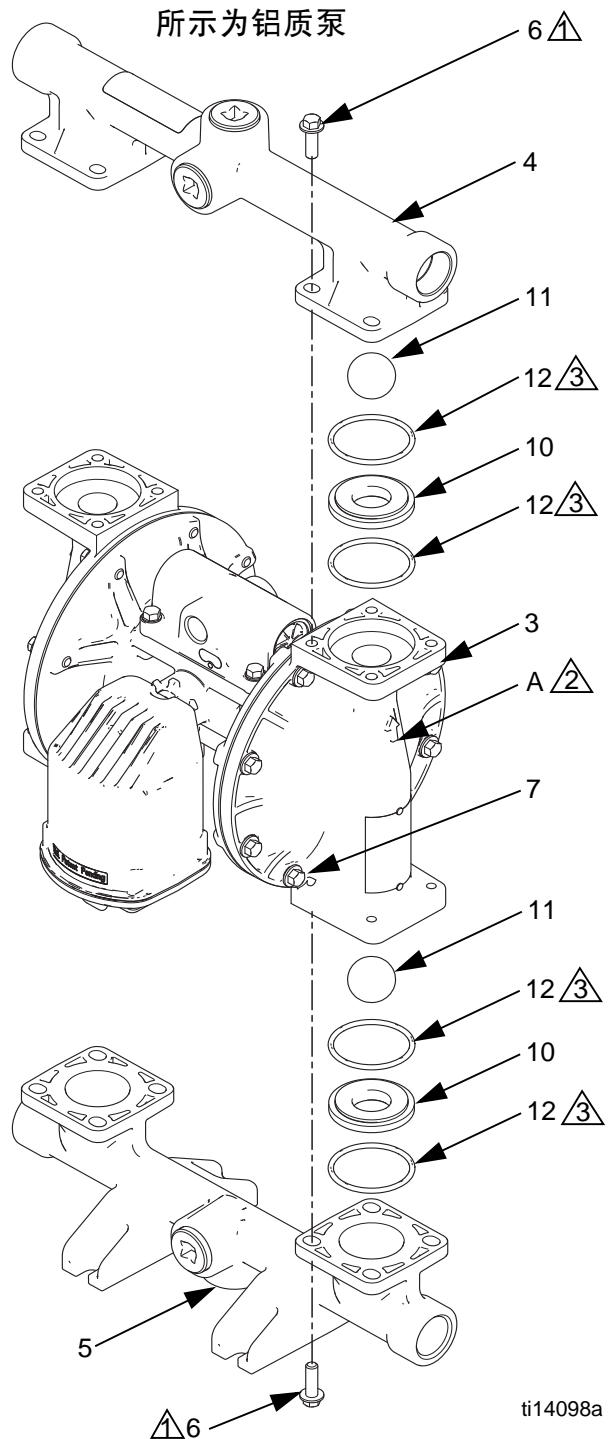

图 7. 球止回阀组件
3. 使用 10 毫米套筒扳手卸下出口歧管紧固件（6）。参见图 7。
2. 按照图 7 中的所有注释，以相反的顺序重新组装。确保球阀（10-12）和歧管（4、5）都完全按照图示进行组装。流体盖上的箭头（A）必须指向出口歧管（4）。